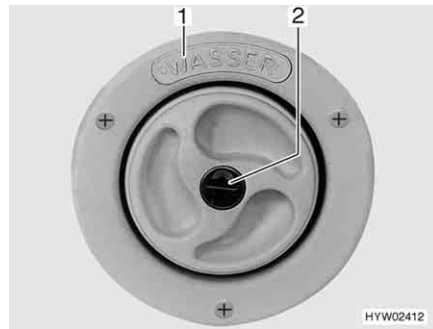
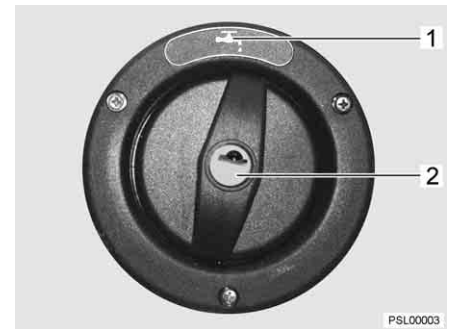

Bild 163 Påfyllningsöppning för dricksvatten
Bild 164 Påfyllningsöppning för dricksvatten (alternativ)
Påfyllningsöppningen för dricksvatten är märkt med texten "WASSER" (vatten) (Bild 163,1) eller med symbolen "H₂O" (Bild 164,1). Locket låses och låses upp med nyckeln till de utvändiga låsen (utvändiga luckorna).
- Öppna påfyllningsöppningen för dricksvatten (Bild 163 resp. Bild 164) (se kapitel 6).